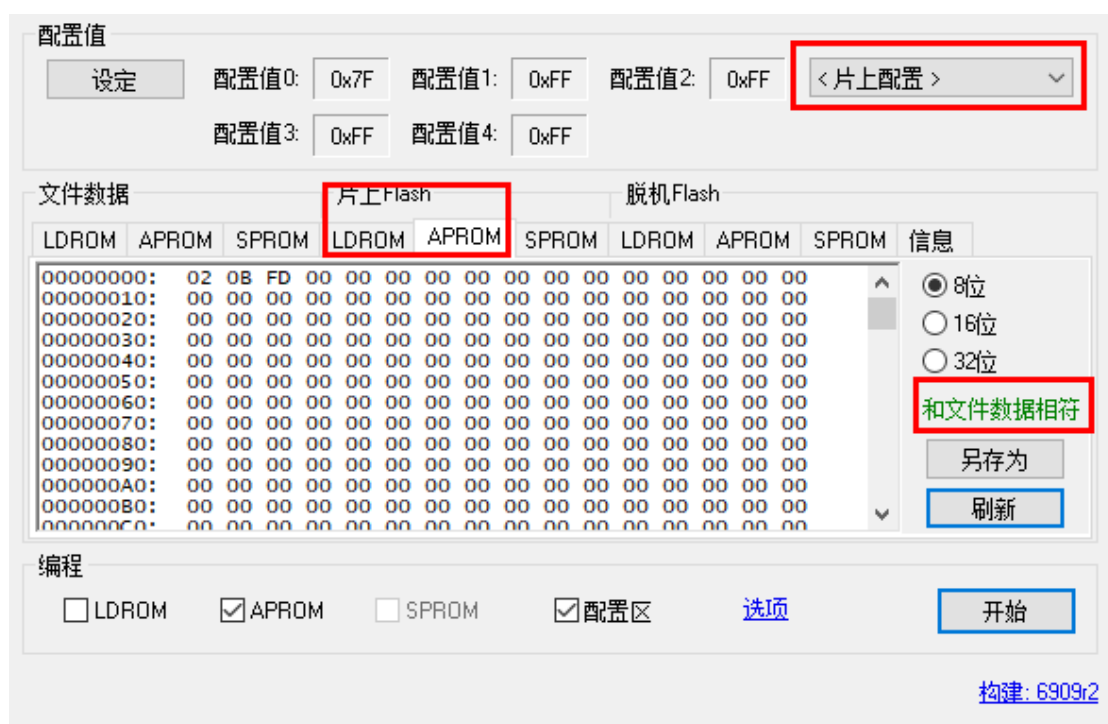

图 3-3 读出数据
- 5) 分别选中配置字(选项字节), 【片上配置】、片上 flash 的【APROM】选项后, 【刷新选项】将分别读出 APROM、LDROM(如果有)、配置字(选项字节)的数据, 如图 3-3 所示;